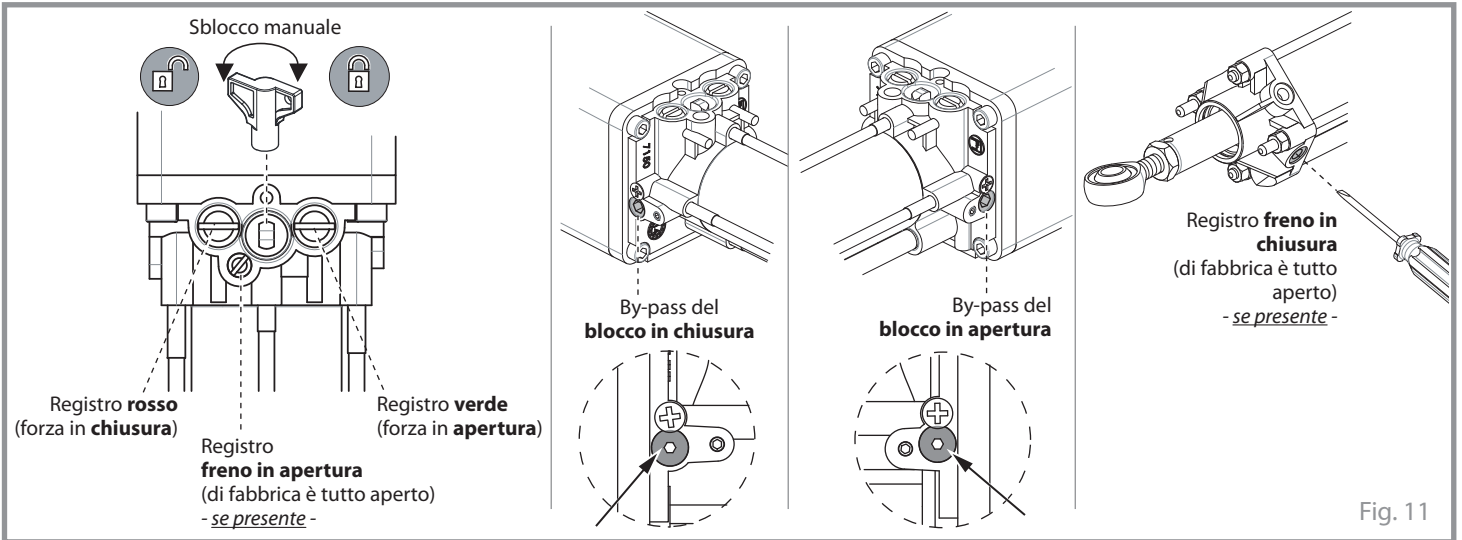

Fig. 11
*I registri ed i by-pass su cui intervenire per configurare il pistone sono tutti sulla valvola e sulla testa del pistone stesso (Fig.11).*